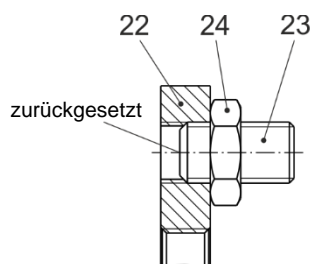

Bild 14
1. Kontermutter (24) lösen.
2. Gewindestifte (23) zurücksetzen, Bild 14.